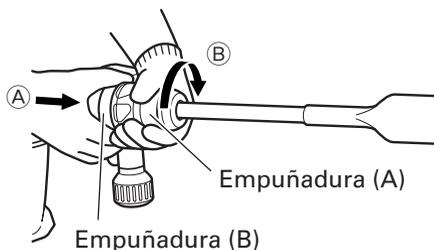

Fig. 4
- (1) Como se muestra en la Fig. 4, si la empuñadura (A) se gira en el sentido de (B) cuando la empuñadura (B) esté girada 60 grados en el sentido de (A), el ángulo de la cuchilla podrá cambiarse libremente hasta la posición deseada.
- (2) Suelte la empuñadura (B), gire la herramienta, y cerciése de que haya quedado completamente bloqueada.